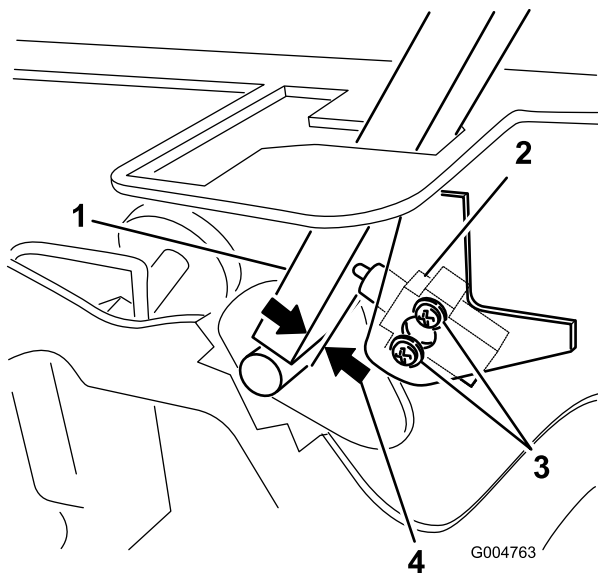

Figura 49
3. Afloje los 2 tornillos que fijan el interruptor de seguridad (Figura 49).
- Sujetando la palanca de control contra el bastidor, mueva el interruptor hacia la palanca hasta que la distancia entre la palanca y el cuerpo del interruptor sea de 0.4 a 1 mm (de 0.015 a 0.045") como se muestra en Figura 49.